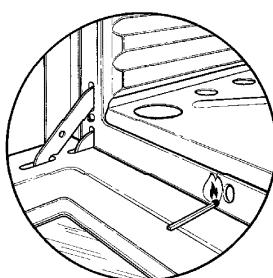

Рисунок 8 – Включение горелки духовки
1) поднести горящую спичку к запальнику отверстию (рисунок 8);